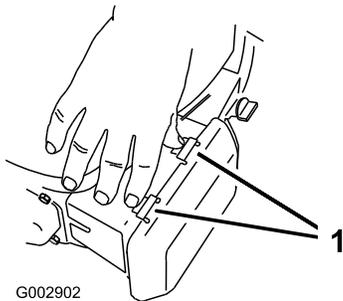

Figura 40
1. Premete sulle linguette di chiusura sul coperchio del filtro dell'aria (Figura 40).